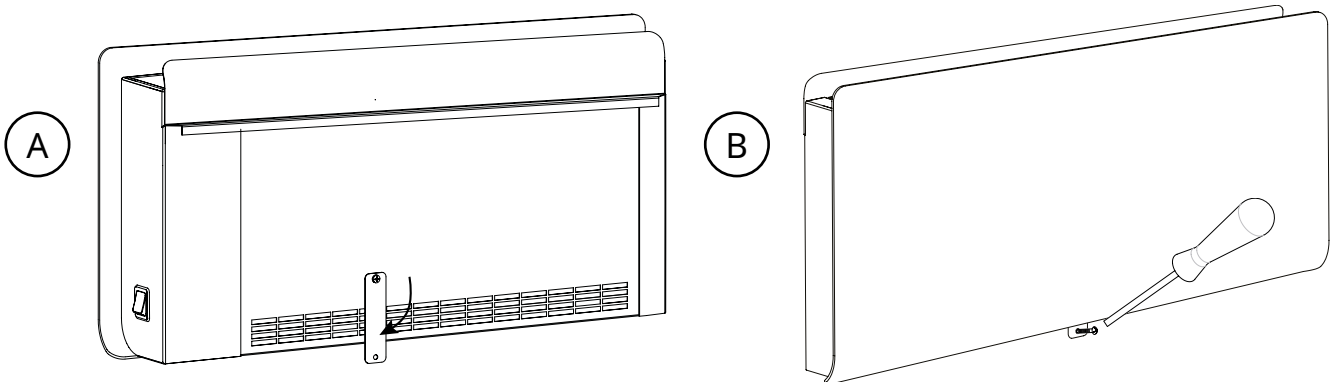

Fig. 4: Fastening with lockplate
3. Faire pivoter le loquet frein (Fig. 4) et le fixer au mur à l'aide d'une vis afin de sécuriser le ventilo-convecteur.